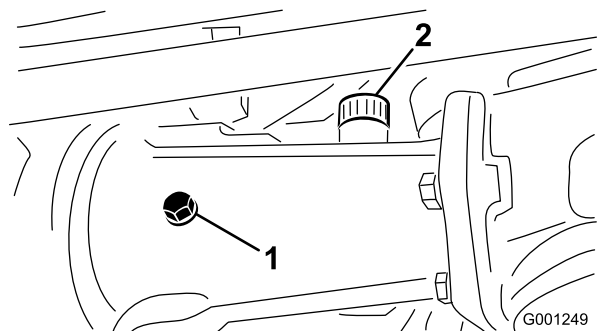
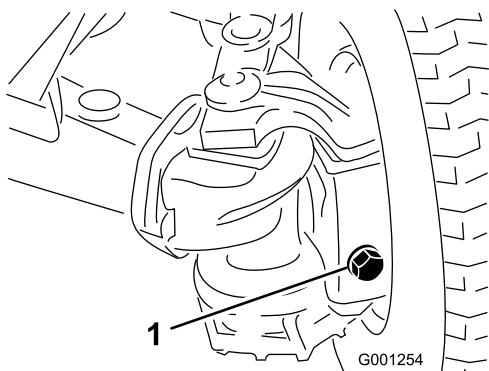

図 27
図 28
2. 点検プラグを取り、それぞれの穴の下の縁までオイルがあることを確認する。オイルが不足している場合は、給油プラグを外し、点検プラグ 図 27 と 図 28 の穴の下の縁まで補給する。